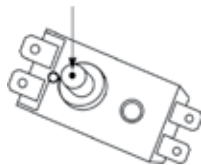

Рис. 13
- для вертикальных водонагревателей серии FSM1/FSQ1: открутить гайку крепления термовыключателя, закрепленного на фланце ТЭНа, перевернуть термовыключатель и нажать до щелчка кнопку, расположенную по центру термовыключателя; рис. 13;